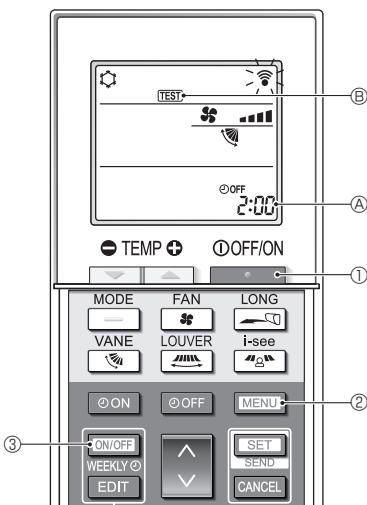

Fig. 7-5
7.2.2. Utilizar o controlo remoto sem fio (Fig. 7-5)
■ Teste de funcionamento (Fig. 7-5)
- Prima o botão ① para parar o aparelho de ar condicionado.
- Se o temporizador semanal estiver activo (WEEKLY aceso), prima o botão ③ para o desactivar (WEEKLY apagado).
- Prima o botão ② durante 5 segundos.
- ④ acende e a unidade entra no modo de manutenção.
- ⑤ acende e a unidade entra no modo de teste de funcionamento.
- Prima o botão ②.
- ④ : Alterar o modo de funcionamento entre refrigeração e aquecimento e iniciar o teste de funcionamento.
- ⑤ : Alterar a velocidade da ventoinha e iniciar o teste de funcionamento.
- ⑥ : Alterar a direcção do fluxo de ar e iniciar o teste de funcionamento.
- ⑦ : Alterar a aba e iniciar o teste de funcionamento.